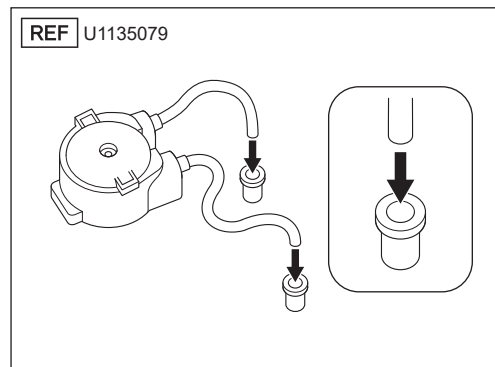

図55
- 6) 新しい注水ポンプ（別売品）のポンプチューブに、コネクタリングを取り付けます。その際、リングの向きに注意してください（図55）。